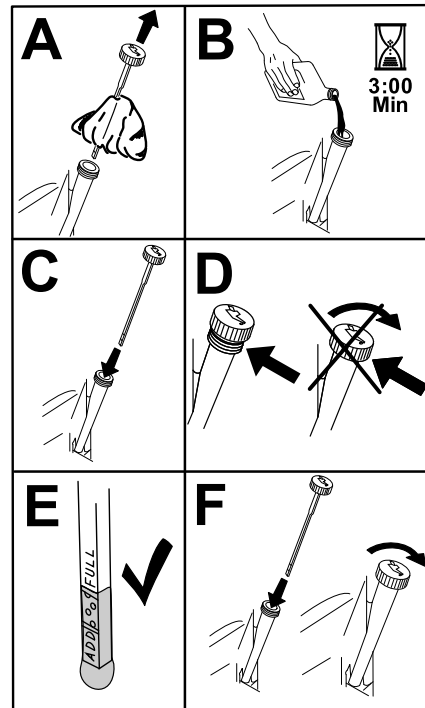

Рисунок 33
8. Медленно залейте приблизительно 80% масла указанного типа в заливную горловину и затем медленно добавляйте масло, чтобы довести его уровень до отметки **Full (Полный)** (Рисунок 33).